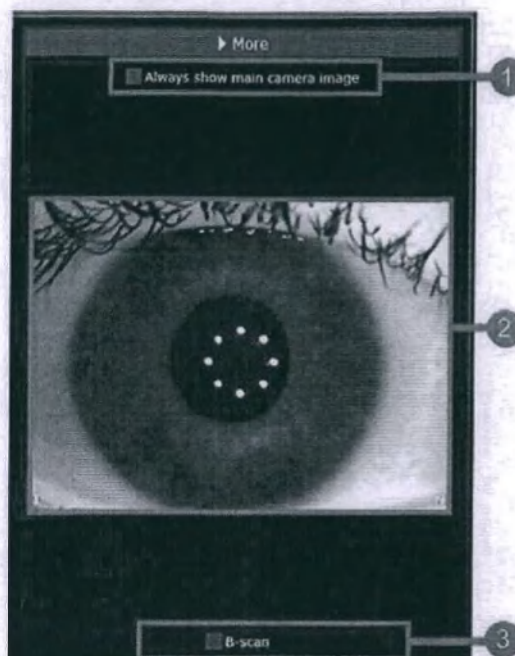

Рис. 88. Вкладка «Визуализация»
На изображение с камеры можно выполнить следующие наложения (рис. 88/):
1. _> Для отображения соответствующего изображения с камеры и ОКТ-изображения при прокрутке ОКТ-изображений, снимите флажок «Всегда показывать изображение с основной камеры» (рис. 88).
2. _> Чтобы всегда отображать изображение с основной камеры, установите флажок «Всегда показывать изображение с основной камеры» (рис. 88).